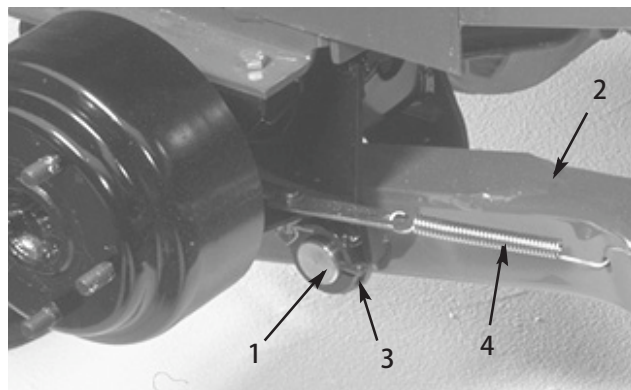

図 2
4. ピボット・ピン 1 本、コッター・ピン 1 本を使って、ピボット・ブラケットに昇降アームを取り付ける(図2)。昇降アームは、端部の曲線部分が外向きになるように取り付ける。
6. ブレーキ・リターン・スプリングを昇降アームの穴に引っ掛ける(図2)。